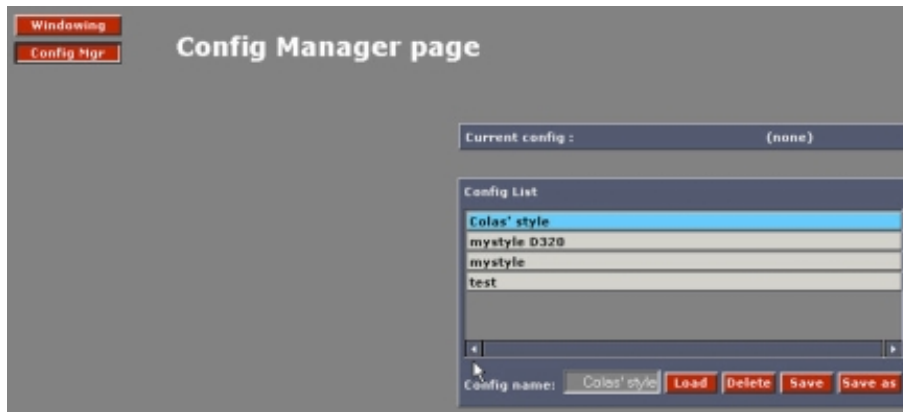

Imagen 6-54
1. Haga clic en **Config Mgr** (imagen 6-54)